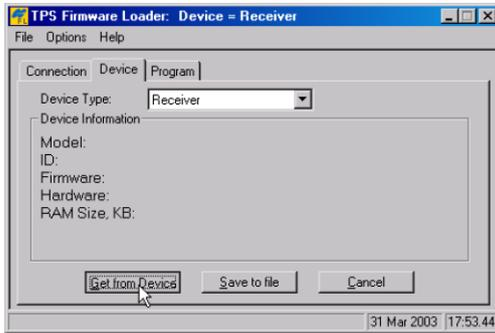

Figura 4-13. Selección del tipo de dispositivo
5. Haga clic en la pestaña **Device** y configure *Device Type* como receptor. A continuación haga clic en **Get from Device** para Device Information (Figura 4-13 en la página 4-18).